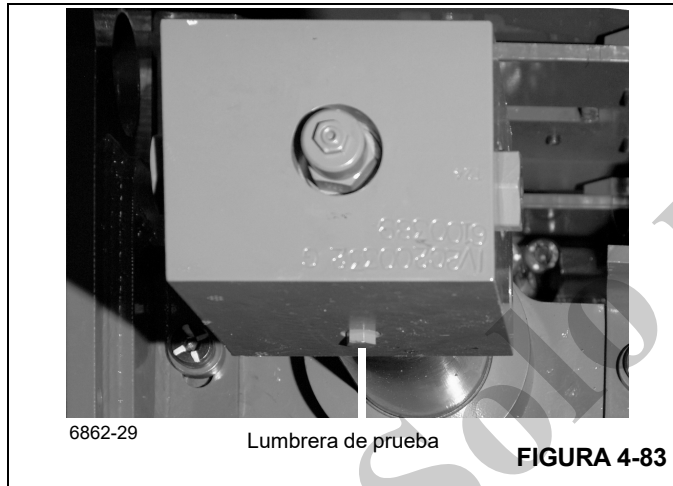

FIGURA 4-83
34. Gire el bloque de lumbreras del cilindro telescópico de modo que la lumbrera de prueba quede hacia abajo (Figura 4-83).